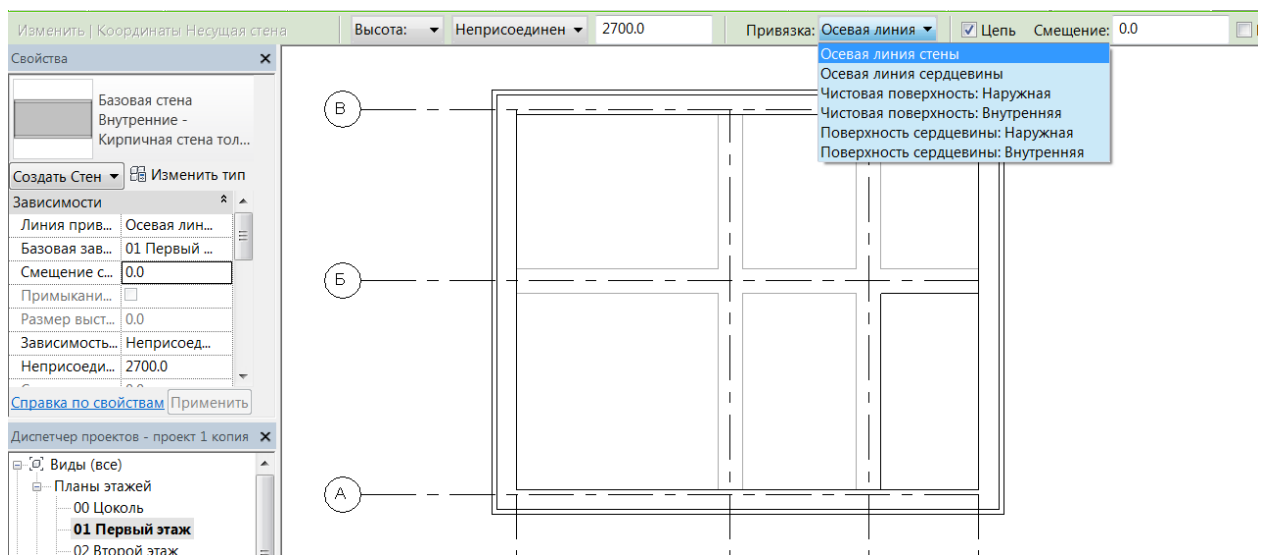
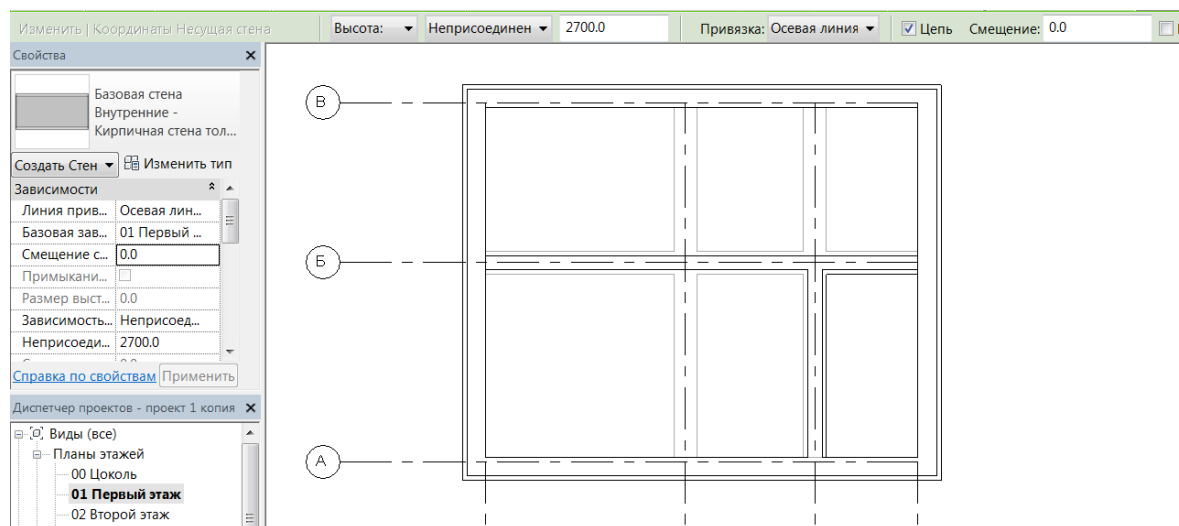

Рис.33
Рис. 34
5. Для внутренних стен принять высоту равной 2700 мм, привязку установить **Осевая линия стены**, смещение нулевое (рис. 33), построить стены (рис.34).